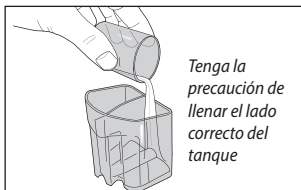

Fig. 5
- Añada 80 ml de agua corriente/agua destilada al lateral de mayor capacidad del tanque de llenado secundario (el lateral alimentado por el tubo de succión), Fig. 5.